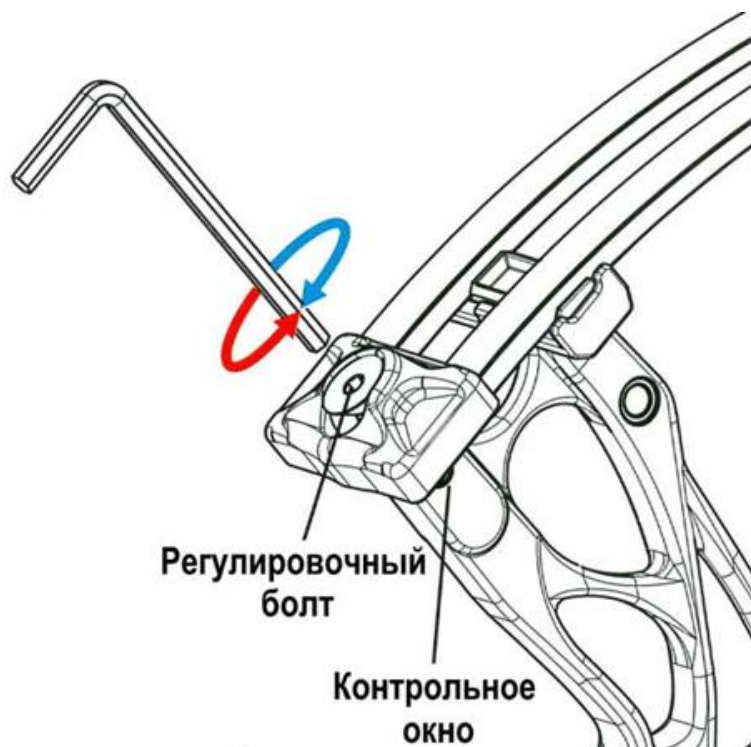

Рис.3
1. Усилие натяжения меняется раскручиванием/закручиванием болтов крепления плеч. Чем сильнее вы затягиваете болты, тем больше сила натяжения. Раскручивая, вы понижаете силу натяжения (рис.3)